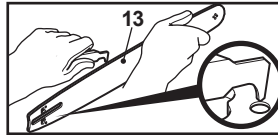

Fig. 38
3. Vérifier le pignon d'entraînement (7). S'il est usé ou endommagé en raison de la tension, le faire remplacer par un agent de service agréé ou une personne qualifiée.
4. Éliminer les résidus dans les rainures du guide-chaîne (9) à l'aide d'un tournevis, d'un couteau à mastic, d'une brosse métallique ou de tout autre outil similaire. Cela permet de garder les conduits d'huile dégagés afin d'assurer la bonne lubrification du guide-chaîne (9) et de la chaîne (8) (Fig. 38).